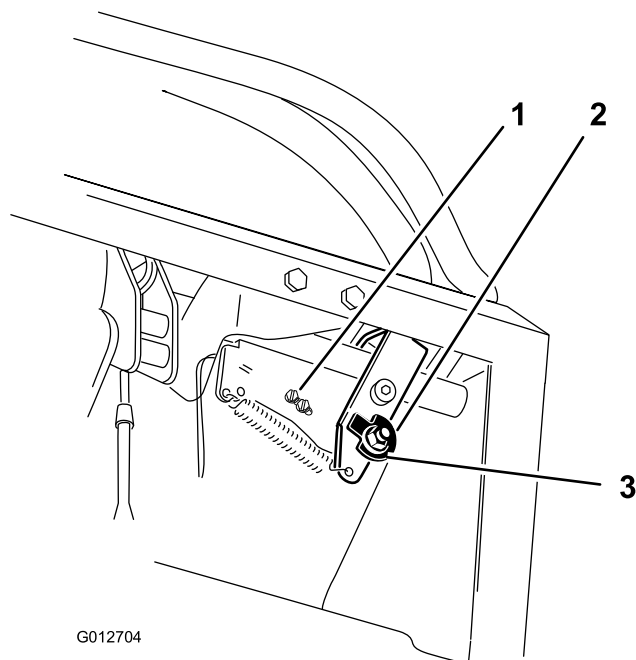
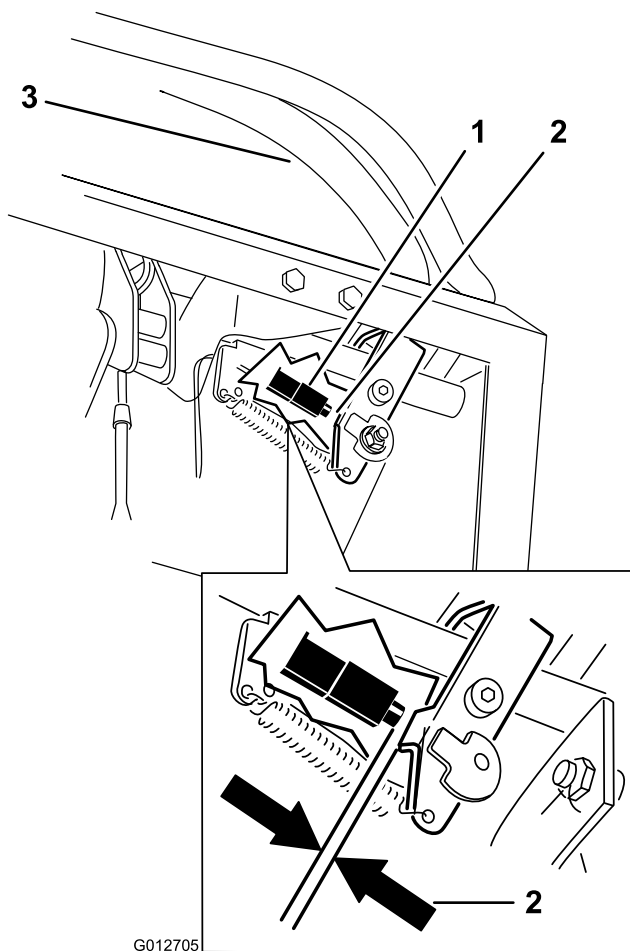

Figura 68
Figura 69
10. Controllate la distanza tra la leva di comando e il comando come indicato nella Figura 69. La distanza deve essere di 3 mm con la leva di controllo del movimento destra in posizione di sblocco in folle.
11. Se necessario, allentate le viti che sorreggono il comando e regolatelo (Figura 68 e Figura 69).
7. Allentate il dado che regge la camma (Figura 68).